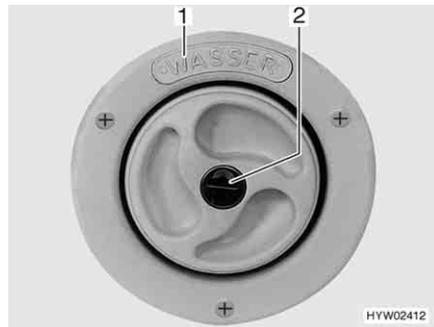
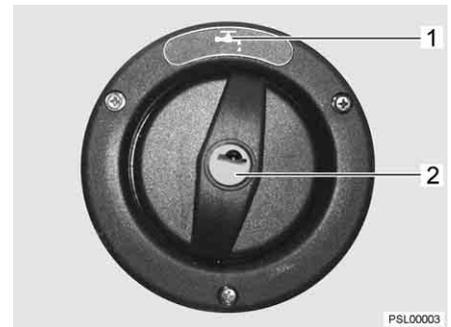

Bild 163 Trinkwasser-Einfüllstutzen
Bild 164 Trinkwasser-Einfüllstutzen
Der Trinkwasser-Einfüllstutzen ist mit dem Schriftzug "WASSER" (Bild 163,1) oder mit dem Symbol "☰" (Bild 164,1) gekennzeichnet. Der Verschlussdeckel wird mit dem Schlüssel für die Außenklappenschlösser geöffnet und verschlossen.
- Trinkwasser-Einfüllstutzen (Bild 163 bzw. Bild 164) öffnen (siehe Kapitel 6).